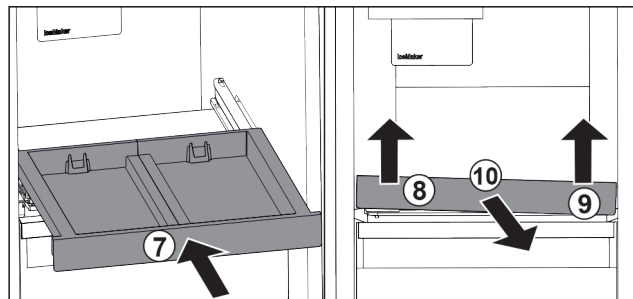

Fig. 25
- ▶ Inșerați raftul extractibil. Fig. 25 (7)
- ▶ Ridicați raftul extractibil din față stânga. Fig. 25 (8)
- ▶ Ridicați raftul extractibil din față dreapta. Fig. 25 (9)
- ▶ Extrageți raftul extractibil spre înainte. Fig. 25 (10)